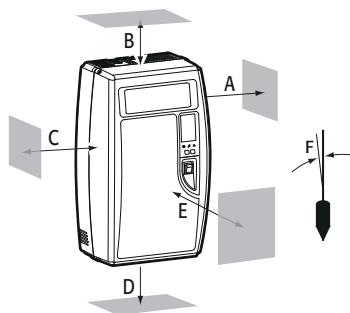

Fig. 3.a
- Coloque el humidificador en vertical, respetando los espacios mínimos (para la instalación del modelo de conducto consulte la Fig.3.a y Tab. 3.a) que garanticen la seguridad y permitan realizar las operaciones de mantenimiento necesarias.